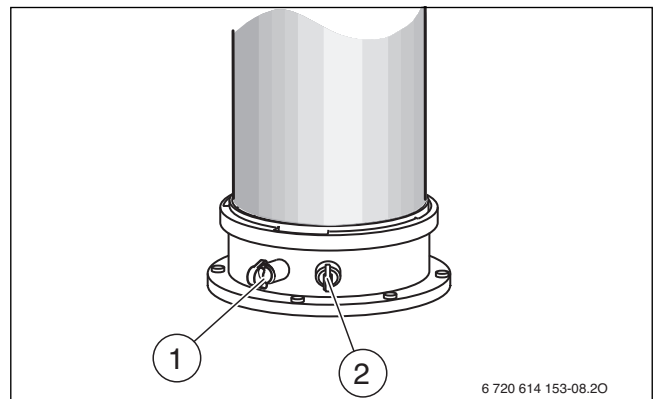

Bild 86
- ▶ Stopfen am Verbrennungsluft-Messstutzen [2] entfernen (→ Bild 86).
- ▶ Stopfen am Abgassmessstutzen [1] entfernen (→ Bild 86).